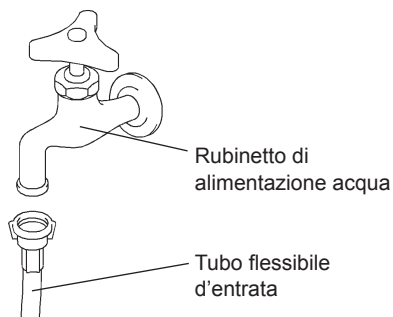

Fig. 4
- 1) Collegare l'estremità libera del tubo flessibile di entrata alla valvola di arresto (Fig. 4), facendo attenzione che la rondella sia posizionata in modo corretto prima di serrare a mano per ottenere un collegamento a tenuta idraulica. È consigliabile per precauzione inserire una valvola di arresto in posizione facilmente accessibile.